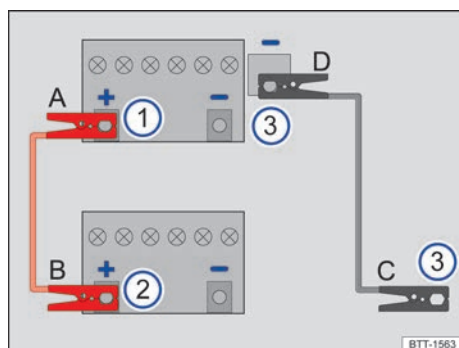

Fig. 209 Esquema para la conexión de los cables de arranque.
Leyenda de la **fig. 209**:
Los cables de arranque solo se deberán conectar siguiendo el orden **A – B – C – D** → **fig. 209**.
- Conecte un extremo del cable de arranque *rojo* al polo positivo (+) de la batería de 12 voltios del vehículo que la tiene descargada → **fig. 209** ① → ▲.
- Conecte el otro extremo del cable de arranque *rojo* al polo positivo (+) del vehículo que suministra la corriente → **fig. 209** ②.
- Conecte un extremo del cable de arranque *negro* → **fig. 209** ③ preferentemente a una toma para la ayuda de arranque (terminal de masa) del vehículo que suministra la corriente; de lo contrario, al bloque motor o a una pieza maciza de metal atornillada fijamente al bloque motor de este vehículo.
- Conecte el otro extremo del cable de arranque *negro* → **fig. 209** ③ preferentemente a la toma para la ayuda de arranque (terminal de masa) del vehículo con la batería de 12 voltios descargada; de lo contrario, al bloque motor o a una pieza maciza de metal atornillada fijamente al bloque motor de este vehículo → ▲.
- Desconecte los cables de arranque únicamente en el orden **D – C – B – A** → **fig. 209** con los motores en marcha.